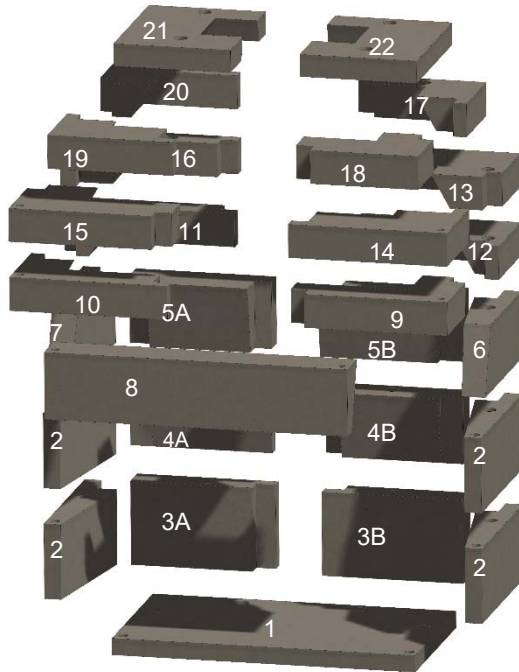
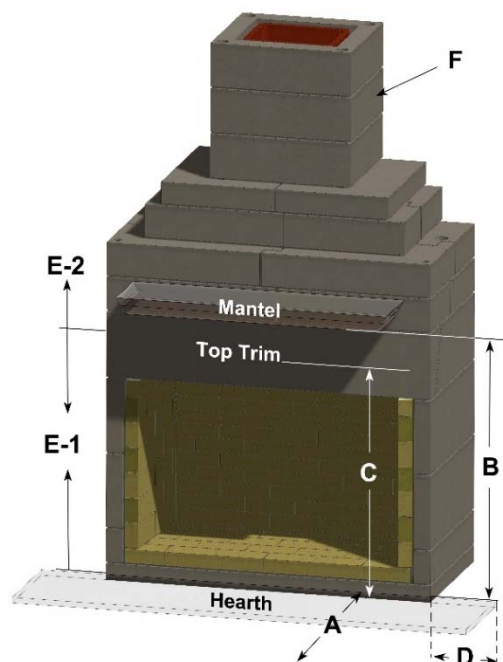

Figura 2. Componentes de la chimenea
Figura 3. Espacios libres (Utilizar con la tabla 2)
El hogar se entrega como un kit con todos los componentes necesarios para completar la instalación. El kit está configurado para una chimenea de tiro, pero existe un adaptador especial para una chimenea metálica. La disposición de los componentes, algunos de los cuales son opcionales, se muestra en la figura 2. Los componentes se muestran en la Tabla 1. Las especificaciones y dimensiones de instalación se muestran en la Tabla 2.
- A. Elementos de la chimenea mostrados en la figura 2 y enumerados en la tabla 1.
**Tabla 2: Espacios libres (véase la figura 3)
Seleccione una ubicación de la pared en los planos de la casa en la que se puedan cumplir todas las distancias mínimas, como se muestra en la Tabla 2 y la Figura 3. Proceda de la siguiente manera. Los números en () son números de posición de la Tabla 1 y la Figura 2. Asegúrese de que la base sobre la que se va a instalar la chimenea es una base sólida y nivelada y está compuesta por material incombustible, como el hormigón.
O. Instale el hogar y/o la extensión del hogar. Asegúrese de que se mantienen las distancias y los espacios libres de la Tabla 2 y la Figura 3. Asegúrese de que el hogar y el suelo debajo y delante del hogar estén hechos de materiales totalmente incombustibles, y no sólo de un revestimiento de suelo incombustible. Una vez terminada la instalación del hogar, está listo para instalar el exterior.